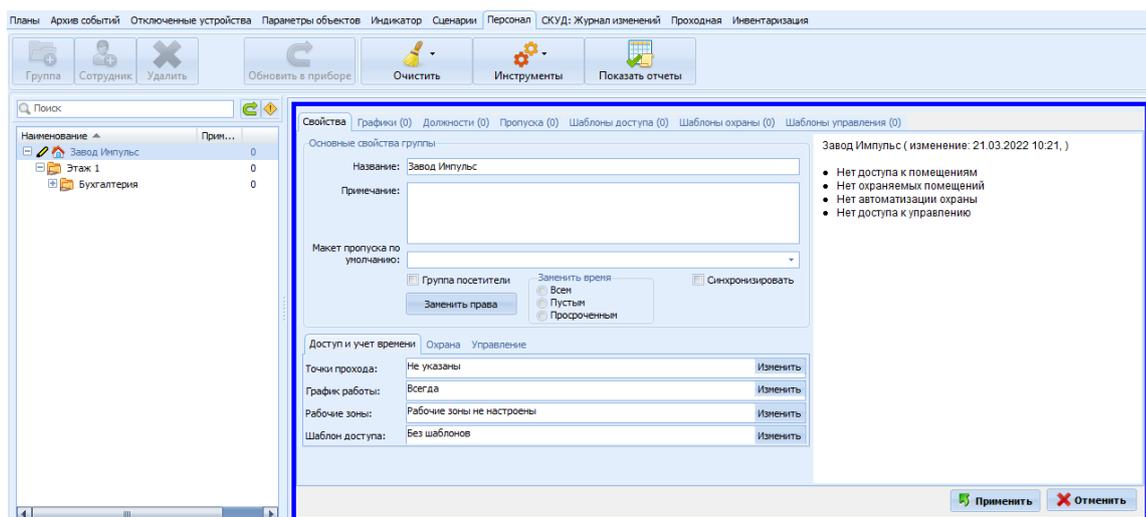

Рисунок 25.3 – Закладка Свойства для выбранного объекта (группа), Доступ и учет времени
1) С помощью нажатия кнопки «Изменить» в нижнем правом углу рабочей области поле с характеристиками объекта становится активным (рисунок 25.3). В течение всего времени редактирования поле свойств выделяется синей рамкой.